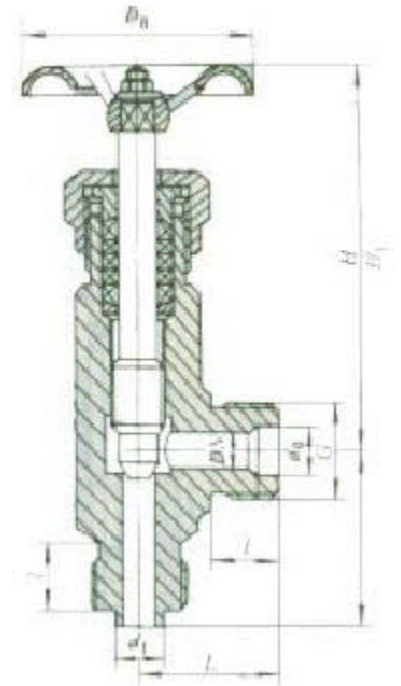

图1-7 外螺纹连接手动截止阀
- (3) 按操纵方式，即根据启闭、调节时不同的操纵方法可分为：
- 图1-7 为手轮操纵的截止阀。